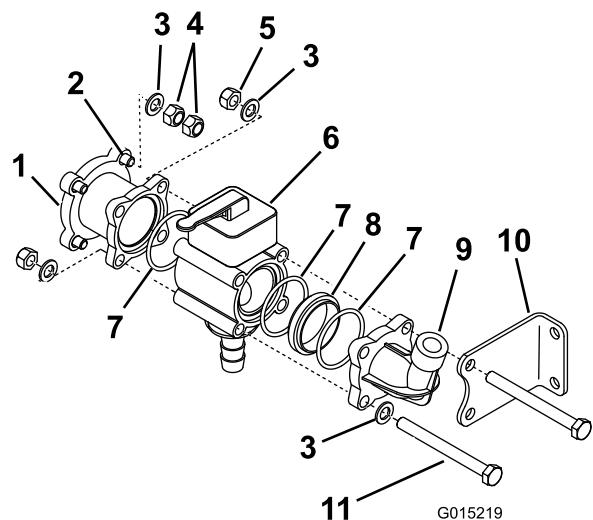

Figure 7
9. Placez des rondelles sur les tiges qui ne traversent pas le support gauche et vissez un contre-écrou sur le bout gauche de chaque tige (Figure 7).
10. Montez l'adaptateur réducteur (pris dans les pièces détachées) sur les tiges filetées (Figure 7).
11. Placez une rondelle et 2 écrous de blocage sur le bout droit de chacune des 4 tiges filetées pour fixer l'adaptateur réducteur à l'ensemble vanne de dérivation de rampe (Figure 7).
13. Préassemblez le collecteur de vanne manuelle en utilisant la vanne manuelle, un joint torique, un adaptateur (pris dans les pièces détachées), un joint torique et le chapeau de raccord coudé retirés précédemment (Figure 7).
14. Glissez les rondelles et les boulons dans les 2 trous avant (à l'opposé du support) du collecteur de vanne manuelle préassemblé pour les fixer ensemble (Figure 7).
15. Montez la vanne manuelle avec 2 des rondelles et boulons nécessaires, et placez, sans serrer, une rondelle et un contre-écrou à l'autre extrémité de chaque tige (Figure 7).